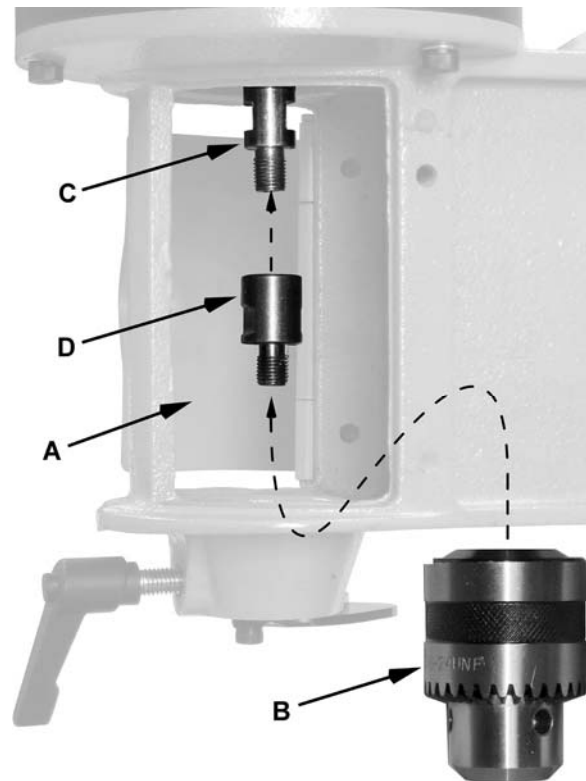

Figura 5
1. Abra la puerta (A).
2. Gire dos espaciadores de buje (B) lejos del cabezal (C).
3. Afloje el tornillo de candado (D).
4. Inserte el buje* del cincel (E) en el cabezal (C), alineando el agujero (F) con el tornillo candado (D).
5. Fije el *tornillo candado* (D) de tal forma que la punta roscada se extienda hacia el agujero (F) of the *bushing* (E), sosteniéndolo en su lugar. El buje debe aun tener aproximadamente 1/4" de margen de maniobra vertical.
6. La *tolerancia del cincel al taladro* (vea Figura 5) es la tolerancia vertical entre el taladro y el cincel.
8. **Espaciadores** de posición (B) para que descansen contra el *buje sobre el labio* (J).